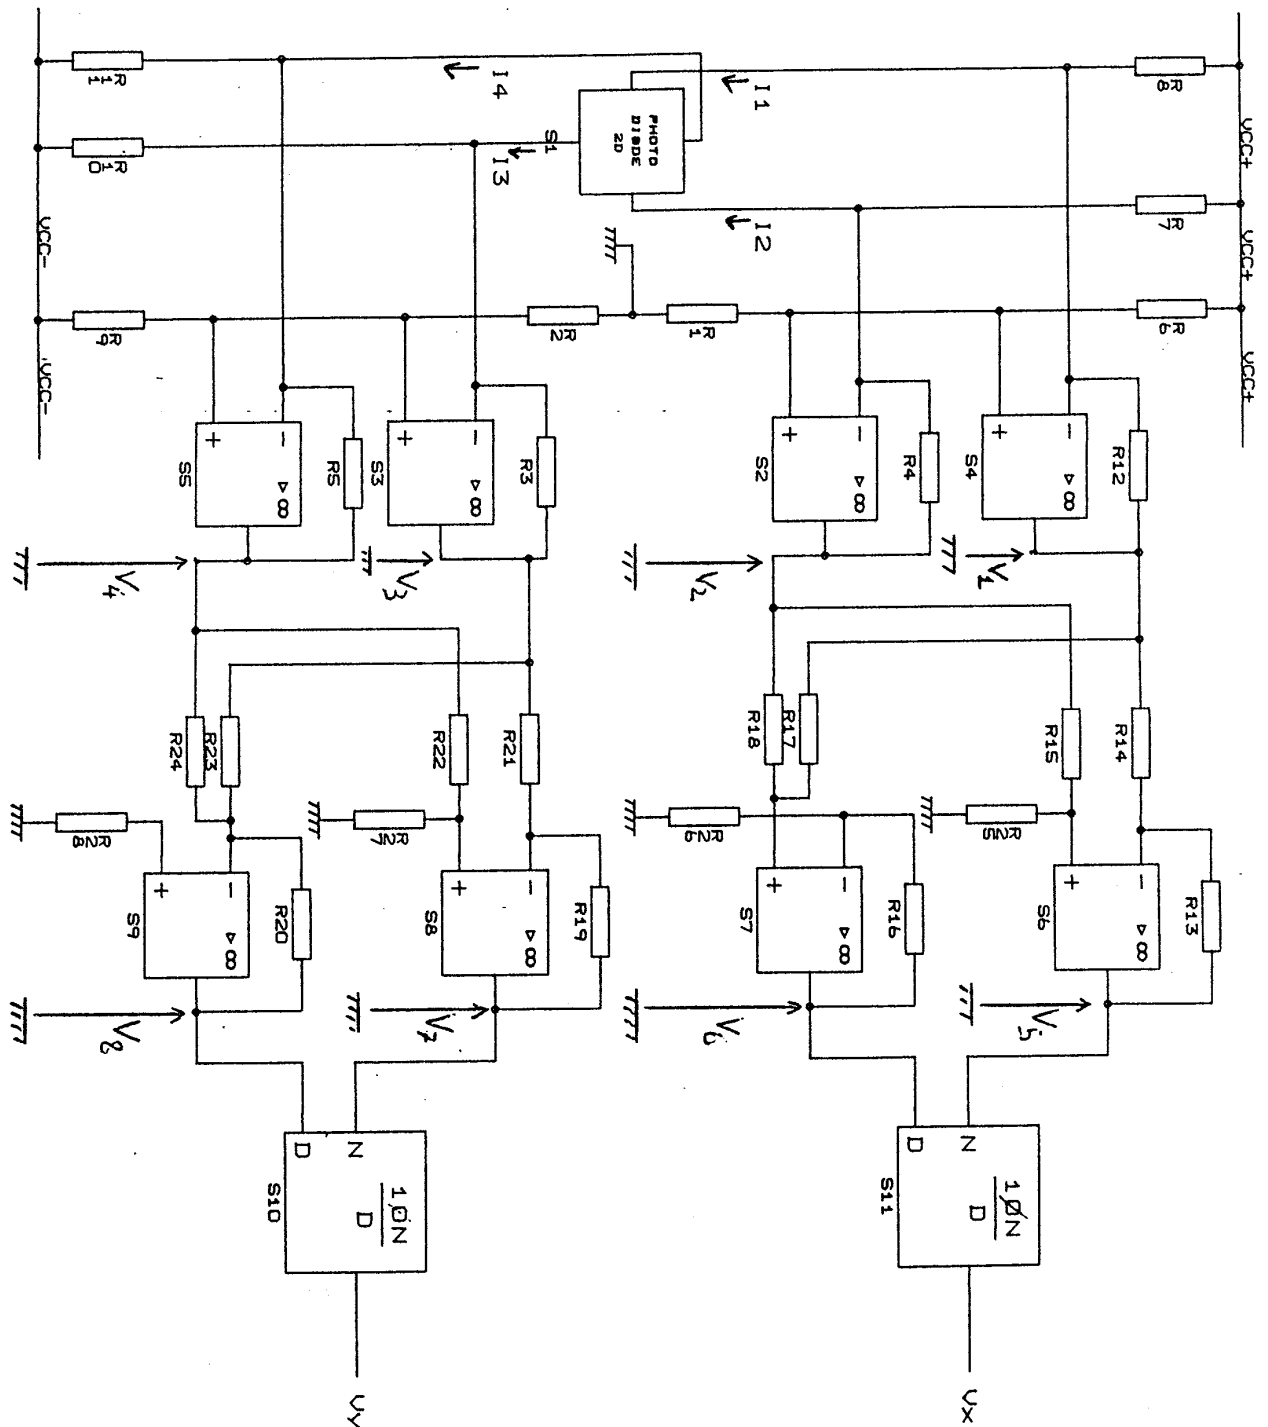

Figure 3
- V.4. - D'après la documentation sur le circuit DIV100 (figure 3) exprimez V_x en fonction de V_5 et V_6 .